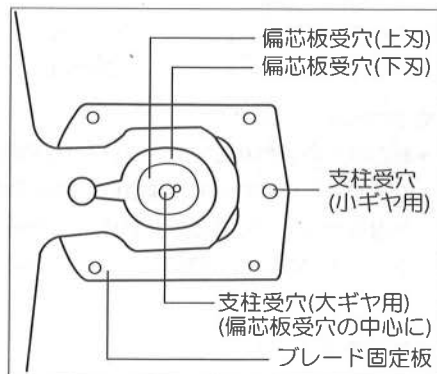

図8
- ①ブレード(刃)の上刃、下刃の偏芯板受穴を均等に揃えてください。(図8参照)
- ②ブレード(刃)固定板に付いている大ギヤ支柱受け穴を、ブレード(刃)の上刃、下刃の偏芯板受穴の中心にしてください。(図8参照)